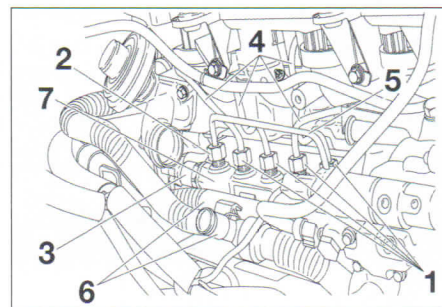

FIG.23
- Aflojar los racores de alta presión (1) y (2) (fig. 23).
- Desconectar el captador de alta presión (3) en el extremo de rampa.
- Desmontar las tuberías de alta presión (4) y (5).
- Desmontar los tornillos de fijación de la rampa separando los manguitos de agua (6) para tener acceso a los tornillos.